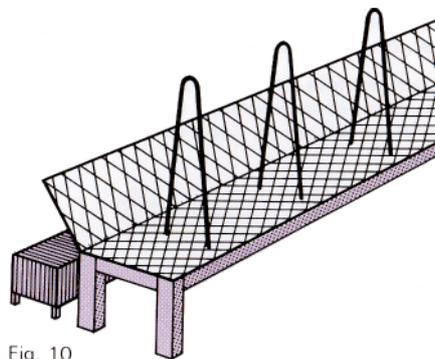

Fig. 10
- une grille en métal déployé montée sur un support. Des fers à béton sont soudés sur la grille. Sous la grille peut être installé un radiateur électrique à huile de faible puissance, mais fonctionnant en permanence. La grille évite la chute inopinée d'objets sur le radiateur (Fig. 10).